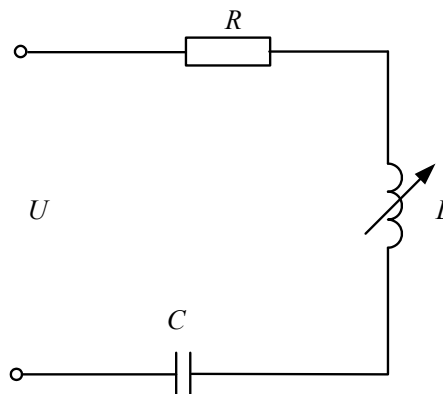

Рисунок 40
*Задача 35.* К зажимам цепи (рис. 40) подведено периодическое несинусоидальное напряжение  $U = \sqrt{2} \cdot 100 \sin \omega t + \sqrt{2} \cdot 50 \sin 3\omega t + \sqrt{2} \cdot 5 \sin \omega t$ , где основная частота  $\omega = 314$  рад/с. Активное сопротивление и емкость в цепи соответственно равны  $R = 2$  Ом и  $C = 6,36$  мкФ. Индуктивность  $L$  может быть варьируема в широком диапазоне. Определить: а) числовые значения  $L$ , соответствующие наступлению в цепи резонанса на частотах трех гармоник напряжения; б) действующие значения тока для этих трех гармоник. Построить кривые действующих токов всех трех гармоник и общего тока в функции  $L$ :